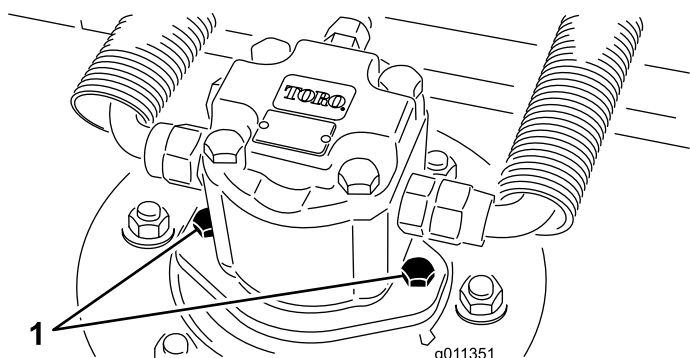

Figura 67
2. Desconecte el motor hidráulico y retírelo de la carcasa (Figura 67). Tape la parte superior del eje para evitar la contaminación.
4. Instale el motor hidráulico en la carcassa (Figura 67). Asegúrese de que la junta tórica está correctamente colocada y que no está dañada.